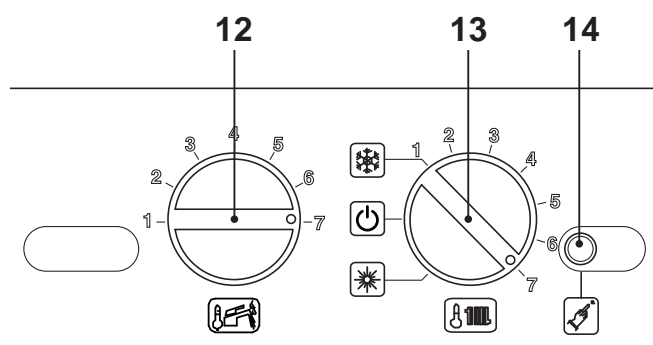

Fig. 7.1
- Ruotare il selettore di funzione 13 come in Fig. 7.1.
- Ruotare la manopola di temperatura sanitari 12 al massimo come in Fig. 7.1.